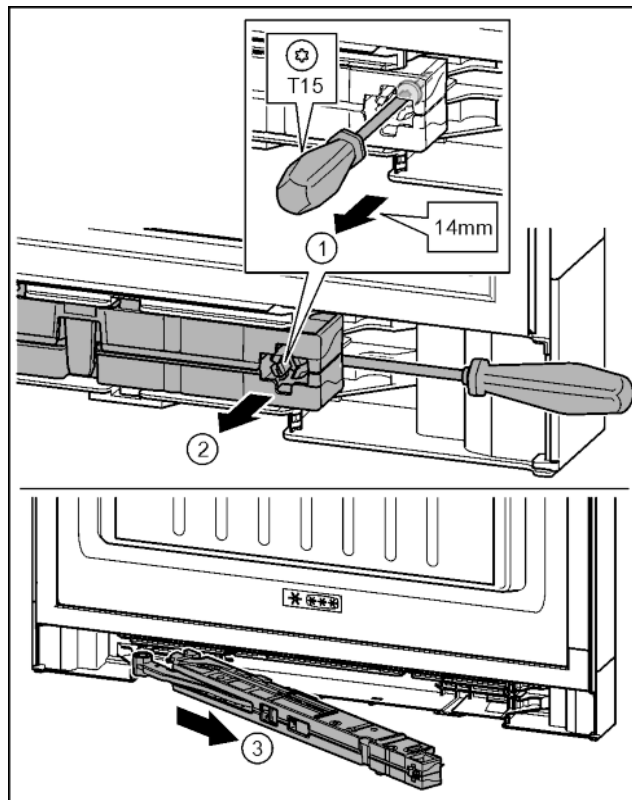

Fig. 18
▶ Przy pomocy śrubokręta T15 odkręcić śrubę na amortyzatorze zamykania drzwi ok. 14 mm. Fig. 18 (1)
▶ Od strony uchwyty, za amortyzator zamykania drzwi wsunąć śrubokręt. Amortyzator obrócić w przód. Fig. 18 (2)
▶ Wyjąć amortyzator. Fig. 18 (3)